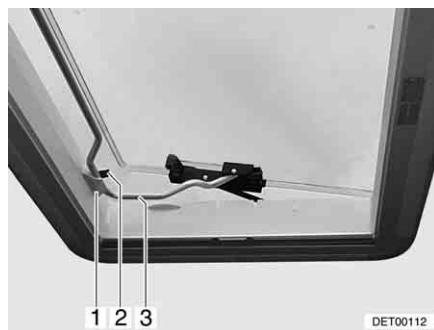

Fig. 67 Lanterneau Heki en position de ventilation 2
- Insérer l'étrier (Fig. 67,3) dans le support (Fig. 67,1).
- Placer le levier (Fig. 67,2) sur l'étrier.